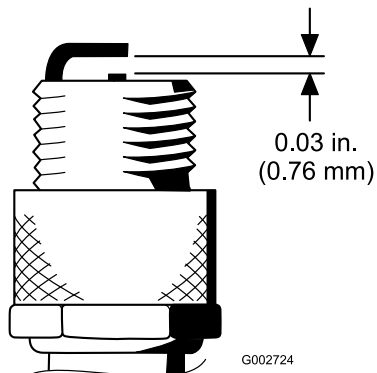

Рисунок 44
4. Воздушный зазор между центральным и боковым электродами должен быть выставлен равным 0,76 мм (Рисунок 44).